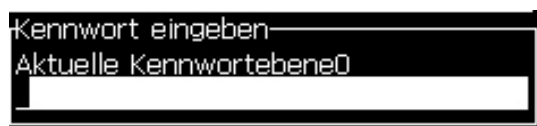

Abbildung 4-11: Dialogfeld Kennwort eingeben
- 1 Drücken Sie die Tasten *Alt + w* und wählen Sie die Option *Enter Password (Kennwort eingeben)* im Menü *Password (Kennwort)*. Das Dialogfeld *Enter Password (Kennwort eingeben)* erscheint (siehe Abbildung 4-11).